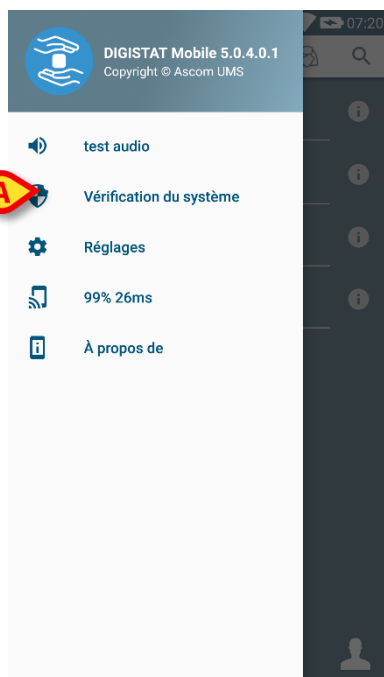

Fig 29
Le menu suivant s'affichera à l'écran (Fig 29):
- Appuyez sur l'option **Check System** [vérification du système] (Fig 29 **A**).